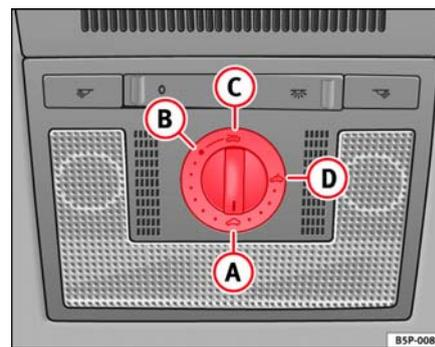

Fig. 72 Detalle del revestimiento interior del techo: mando giratorio del techo corredizo / deflector
- Gire el mando a la posición **A** ⇒ página 109, fig. 72 ⇒ .